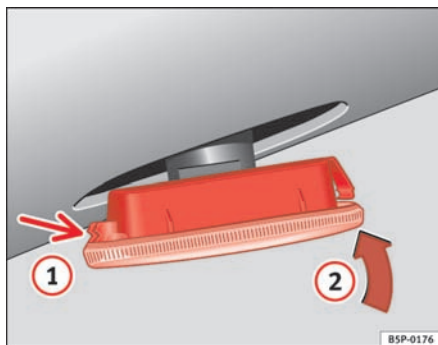

Fig. 199 Blinklygte i siden
- Sæt først blinklygten i monteringsstedet i karrosseriet. Den skal gå rigtigt i hak ⇒ fig. 199, pil ①.
- Sæt blinklygten i i pilens retning ② ⇒ fig. 199. ■